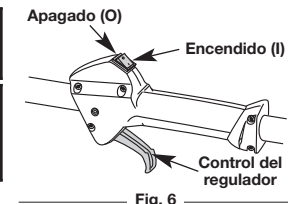

Fig. 6
**NOTA:** No hay necesidad de encender la unidad. El Control de Encendido y Apagado está en la posición **Encendido (I)**, en todo momento (Fig. 6).
2. Oprima y mantenga oprimido el control de encendido y apagado en la posición de APAGADO (O) hasta que el motor se detenga por completo (Fig. 6).
**NOTA:** No hay necesidad de arrancar la unidad. El control de Encendido/Apagado está en la posición **ENCENDIDO (I)** en todo momento (Fig. 6).
2. Oprima y mantenga oprimido el control de encendido y apagado en la posición de **APAGADO (O)** hasta que el motor se detenga por completo (Fig. 6).